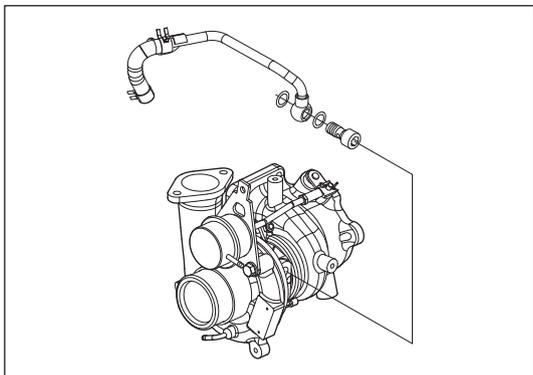

Рис. 7-2-10. Установка отводящей трубки турбонагнетателя
- (8) Надеть один из концов отводящего шланга ОЖ турбонагнетателя на подводящую трубку турбонагнетателя и закрепить стальным хомутом. Закрепить отводящую трубку на турбонагнетателе с помощью одного болта, как показано на рис. 7-2-10.